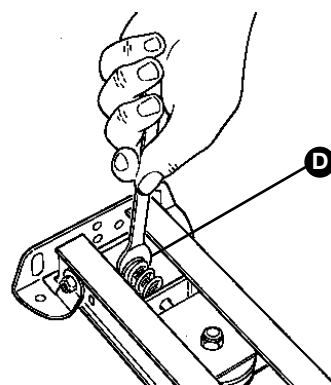

Abbildung 25
**8** Den Riemen mit der Mutter M8 **[D]** spannen siehe Abb. 25 bis er genügend gespannt ist.